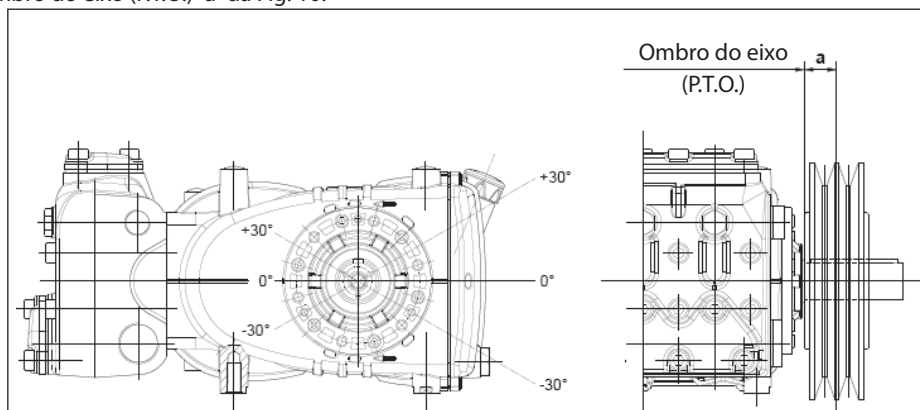

Fig. 10
A carga radial sobre o eixo não deve ser superior a 3000 N (valor necessário para a definição do layout). A transmissão é considerada adequada, se tal carga é aplicada a uma distância máxima de  $a=30$  mm do ombro do eixo (P.T.O) conforme indicado na Fig. 10.
- b) Use correias de alto rendimento - por exemplo **XPB** ao invés de **SPB** - pois resultará necessário uma quantidade inferior de correias com a mesma potência transmitida e uma conseqüente distância inferior do resultante em relação ao ombro do eixo (P.T.O.) "a" da Fig. 10.
- e) Siga a direção da tensão da correia, conforme indicado na Fig. 10 para exigências diferentes, contate o **Departamento Técnico** ou o **Serviço de Assistência Técnica**.